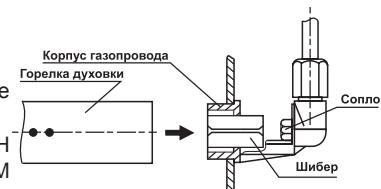

Рис.17
#### Установка шибера для работы на другом виде (давлении) газа (рис.17, 17а, 17б)
Рис.17а
- удалите шибер из корпуса газопровода (рис. 17б);
Рис.17б